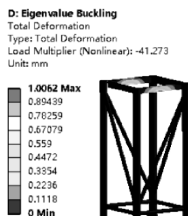

图 4-68 屈曲载荷因子和屈曲模态
(1) 在 Mechanical 标准工具栏中单击  Solve 进行求解运算。
(2) 运算结束后，单击【Solution (D6)】→【Total Deformation】，图形区域显示一阶屈曲分析得到的屈曲载荷因子和屈曲模态，【Load Multiplier】= -41.273，如图 4-68 所示。临界线性屈曲载荷为载荷因子乘以实际载荷，即 $41.273 \times 20000\text{N} = 825460\text{N}$ 。